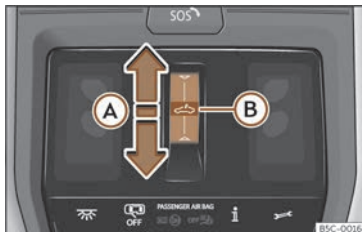

Fig. 90 Dans le ciel de pavillon : touche du toit ouvrant.
- Mouvement automatique : faites glisser le doigt vers l'arrière de la zone fonctionnelle  >>> **fig. 90 A**.
- Dans les 5 secondes après avoir activé la fonction anti-pincement, faites glisser le doigt vers l'avant de la zone fonctionnelle **⇨** >>> **fig. 90** **Ⓐ** et maintenez-le appuyé jusqu'à ce que le toit ouvrant soit entièrement refermé.